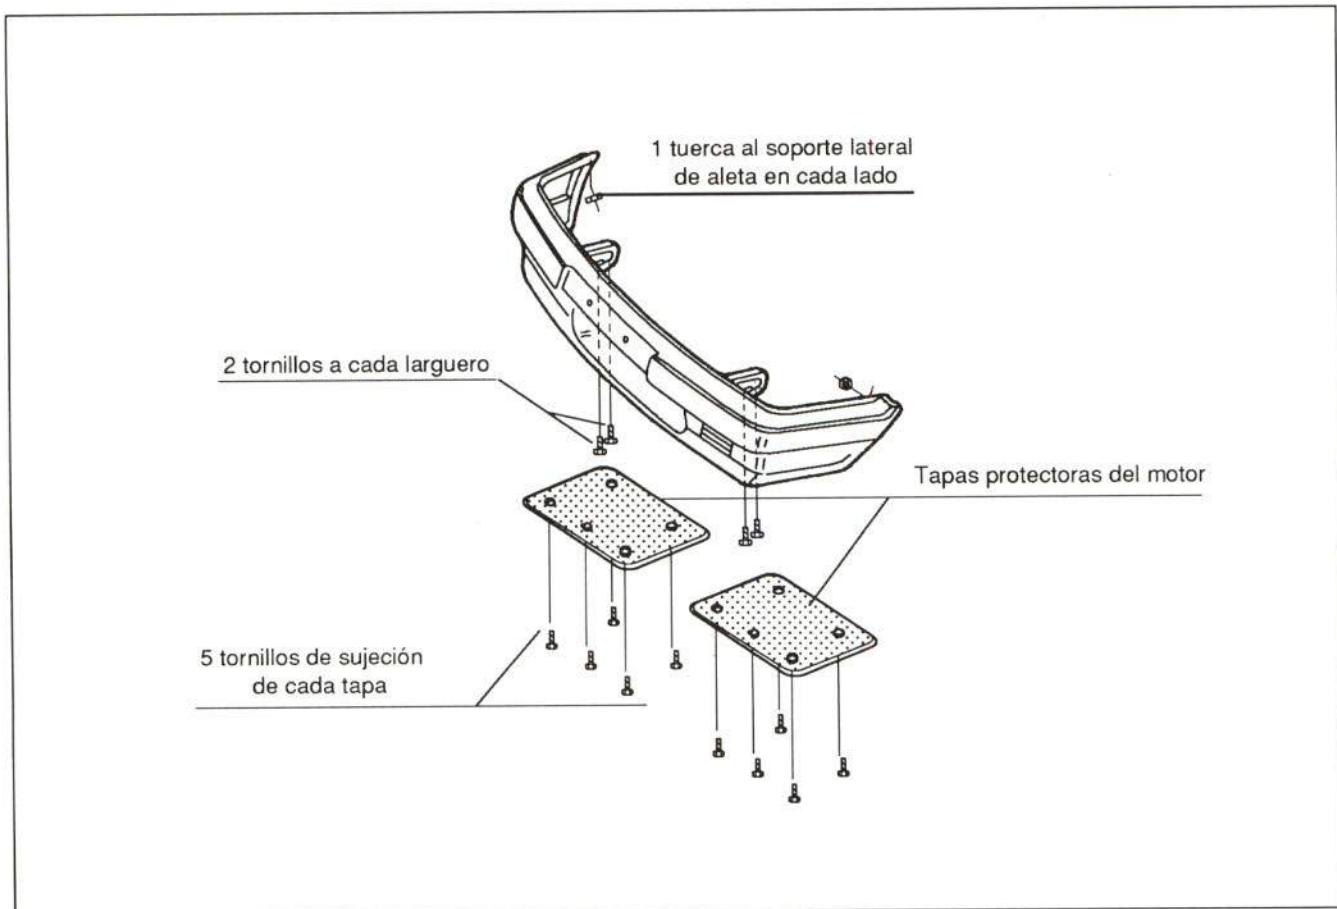

Fig. 6.- Montaje del paragolpes delantero
2.3.- Paragolpes delantero: Para su desmontaje, se han de retirar dos tapas protectoras, ya que impiden el acceso a los tornillos que fijan el paragolpes al larguero. Por ello, se deben extraer un número considerable de tornillos, alargándose el tiempo de su sustitución. (fig. 6)